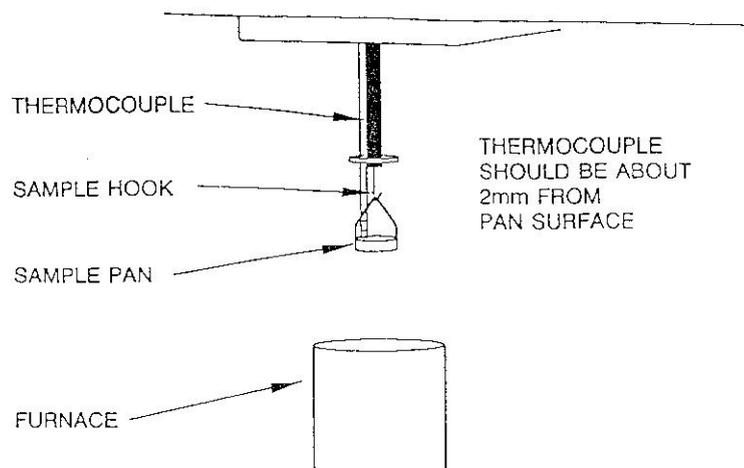

Bild 60
9. Laden Sie ein Probenschiffchen, und schieben Sie das Thermoelement soweit nach unten, daß sein Ende 2 mm vom oberen Rand des Probenschiffchens entfernt ist (s. Abb. 60).